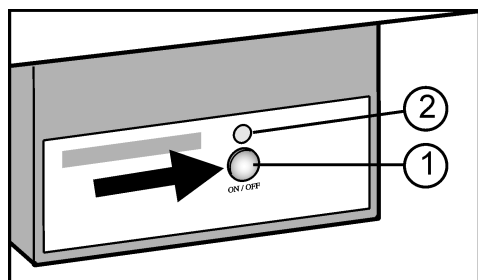

Fig. 6
- ▶ Appuyer sur la touche On/Off Fig. 6 (1) afin que la DEL Fig. 6 (2) luisse.